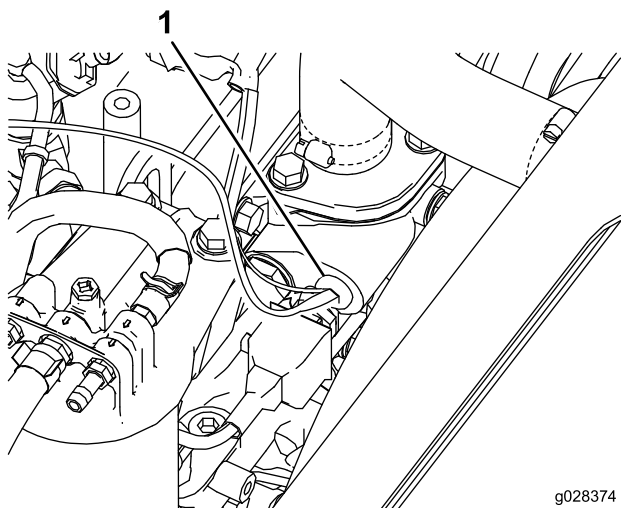

Figura 20
2. Scollegate i fili e rimuovete l'interruttore del sistema termico dal lato sinistro dell'alloggiamento del termostato del motore (Figura 20).